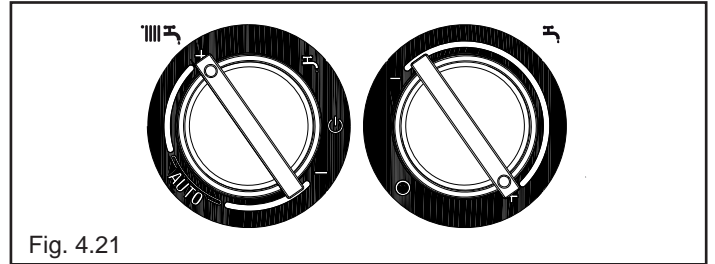

Fig. 4.21
- portare il selettore temperatura acqua riscaldamento al valore massimo (fig. 4.21)